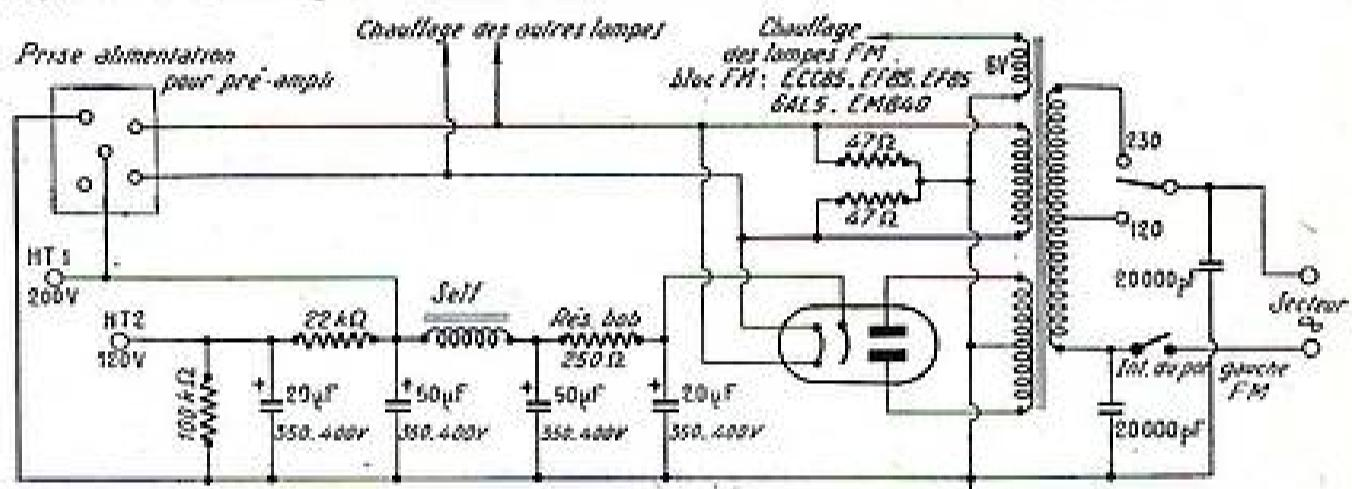

FIG. 2. — Schéma de l'alimentation.
**Alimentation.** — La figure 2 représente le schéma de l'alimentation haute tension et filament, par transformateur. Deux enroulements 6,3 V sont utilisés pour le chauffage des deux séries de lampes : la première comprend toutes les lampes FM : ECC85, deux EF85, 6ALS, EM1840. L'enroulement de chauffage correspondant à une des extrémités à la masse.